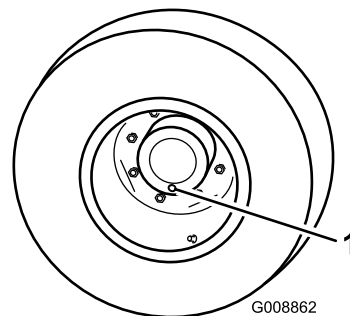

Рисунок 103
1. Поставив машину на ровную поверхность, расположите колесо так, чтобы одна контрольная пробка находилась в самом нижнем положении («6 часов») (**Рисунок 103**).